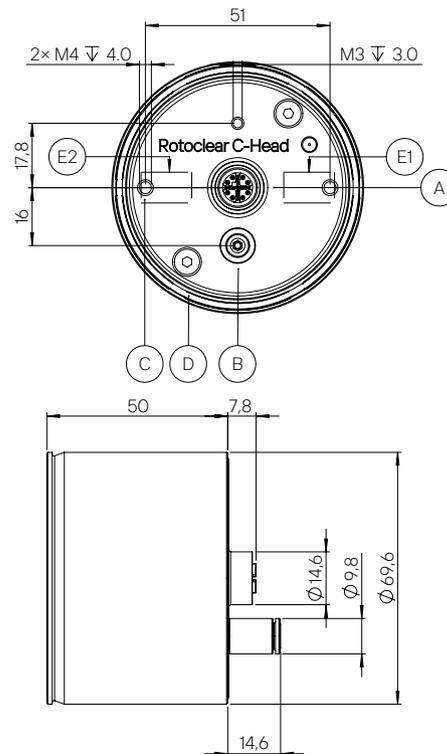

Abbildung 3
Die Gewinde sitzen in einer Achse mit den Positionen der Kameraoptik(en) (Abb. 3-E1). Für eine Ausgabe im Querformat müssen die Schraubpositionen (Abb. 3-C) auf einer Horizontalen liegen. Für Hochformat entsprechend auf einer Vertikalen.
Um den Durchbruch in der Gehäusewand abzuichten, legen Sie den beiliegenden Dichtungsring in die dafür vorgesehene Nut (Abb. 3-D) ein. Als Befestigungsschnittstelle befinden sich, wie oben beschrieben, zwei M4-Gewinde (Abb. 3-C) auf der Rückseite des Gehäuses. Zur Befestigung sind, die zwei auf der Rückseite im Abstand von 51 mm befindlichen M4-Gewinde (Abb. 3-C) zu
**!** Das an die Schnittstelle (Abb. 3-A) angeschlossene Datenkabel sowie die Sperrluftleitung (Abb. 3-B) können auch ohne zusätzlichen Schutzschlauch im medienbeaufschlagten Raum verlegt werden, sofern sie ausreichend gegen Beschuss durch Späne oder andere scharfkantige Teile geschützt geführt und alle Steckverbindungen mit dem richtigen Drehmoment angezogen worden sind.
**⚠** Stellen Sie sicher, dass das System stromlos geschaltet ist. Schließen Sie das Datenkabel mit dem Stecker an die entsprechende Schnittstelle (Abb. 3-A) auf der Rückseite fest an, sodass der Stecker dicht abschließt. Verbinden Sie den Steckverbinder mit Ihrer Druckluftversorgung (Abb. 3-B). Beachten Sie bei der Installation des Kamerakopfs die Sicherheitsbestimmungen, u.a. die Erdung sowie die optionale Verwendung des Pigtailkabels für den Fall eines Einsatzes in Nassräumen, siehe Kapitel Inbetriebnahme.